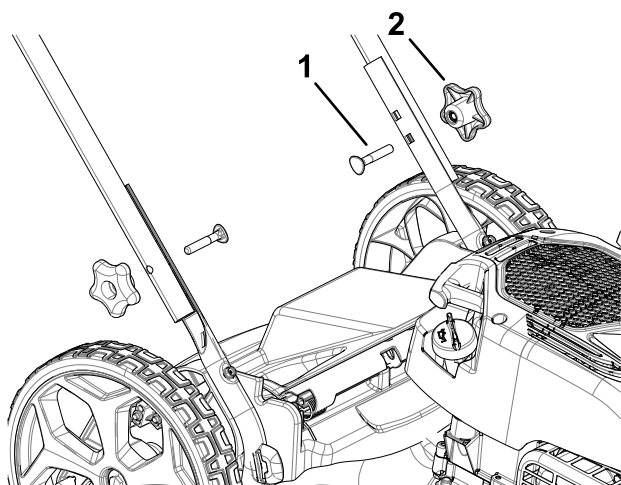

Figure 3
1. Retirez les boutons et les boulons de guidon du carter de la machine. Figure 3
2. Fixez le guidon au carter de la machine (Figure 3).